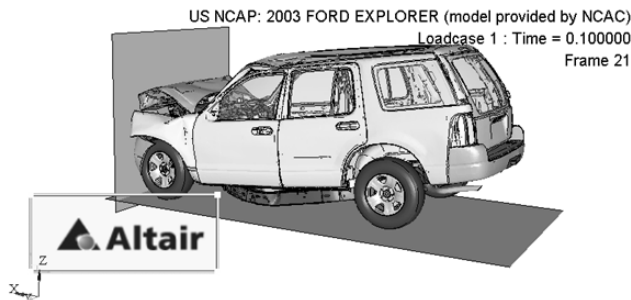

图 13-68 导入图片
(1) 载入文件 explorer.h3d。
- (2) 单击 Annotations 工具栏的 Image Plane () 按钮打开该对话框。
- (3) 激活下拉菜单, 将 Type 设置为 2D。
- (4) 在 Label 框中输入 Altair。
- (5) 单击 () 按钮选择图片文件 altair.png 并打开, 如图 13-68 所示。